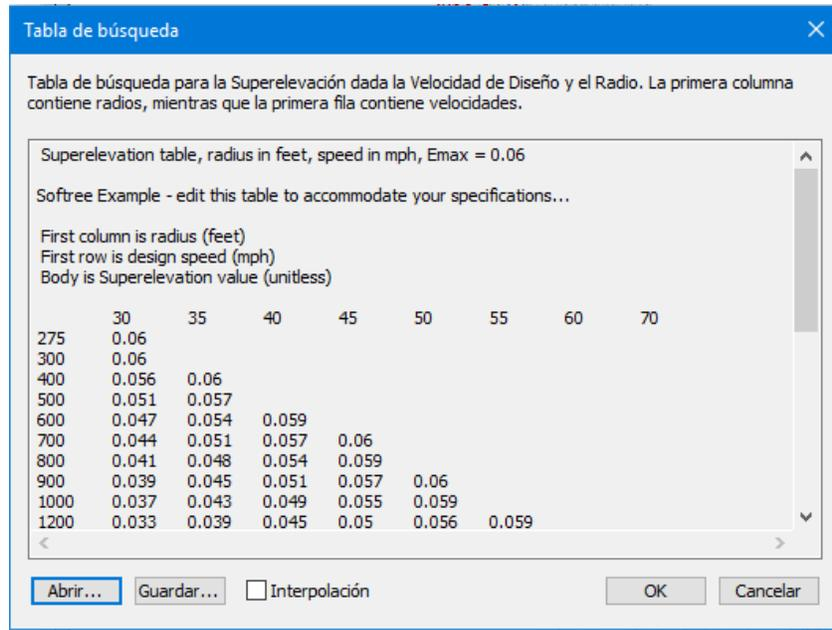

Figura 18-8: Tabla de Peraltes
- Presione el botón *Selecc. Tabla* para abrir el cuadro *Tabla de Búsqueda* (Figura 18-8).